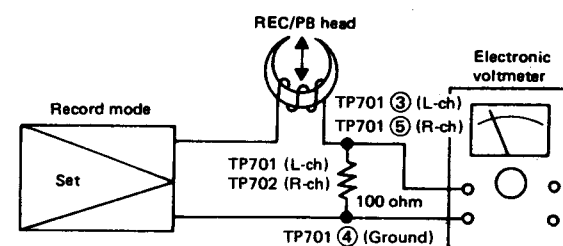

Figure 21-1
- Make connection of instruments as shown in Fig. 21-1, and adjust variable resistor VR705 or VR706 so that bias current available with the tape selector switch set at each position is shown in Table 21-1.
- Stellen Sie sicher, daß zwischen den Instrumenten (siehe Abb. 21-1) eine Verbindung besteht und stellen Sie die Regelwiderstände VR705 oder VR706 so ein, daß der Vormagnetisierungsstrom, der mit Hilfe des Cassettenwahlschalters festgesetzt werden kann, die Werte in Tabelle 21-1 erreicht.
- Brancher les appareils comme le montre la Figure 21-1 et régler la résistance variable VR705 ou VR706 de telle sorte que le courant de polarisation disponible avec le commutateur de sélection de bande réglé sur chaque position soit comme indiqué sur le Tableau 21-1.